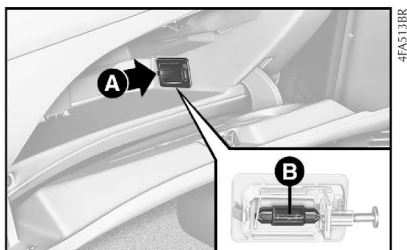

fig. 44
- 1) Retirar a lente utilizando uma chave de fenda na lingüeta **A**-fig. 44.